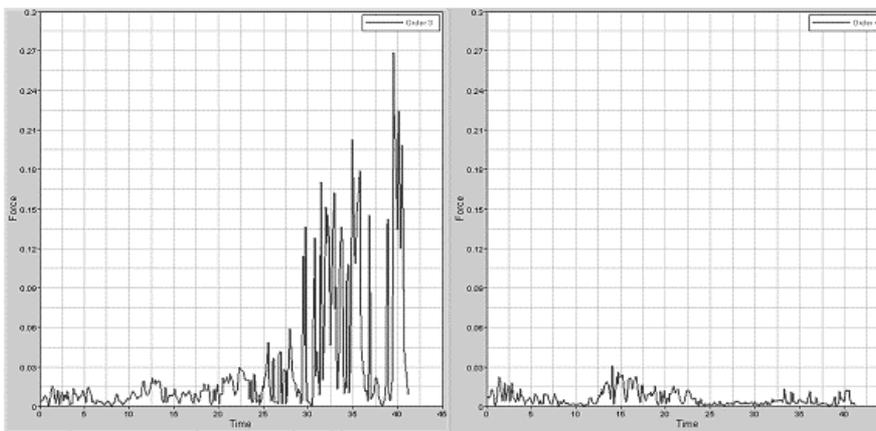

图 13-111 同时在两个窗口创建曲线
- (1) 在 Data Query 面板单击 All 按钮。
- (2) 改变 Layout 为 One plot per cut。
- (3) 从 Data Query 面板中的“布局”选项选择 Two-Window Layout 。
- (4) 设置 Create curve 选项为 Y-Axis Vs Z-Axis。
- (5) 单击 Preview 按钮在一个弹出的窗口显示曲线。
- (6) 单击 Plot Data 按钮来创建曲线，如图 13-111 所示。